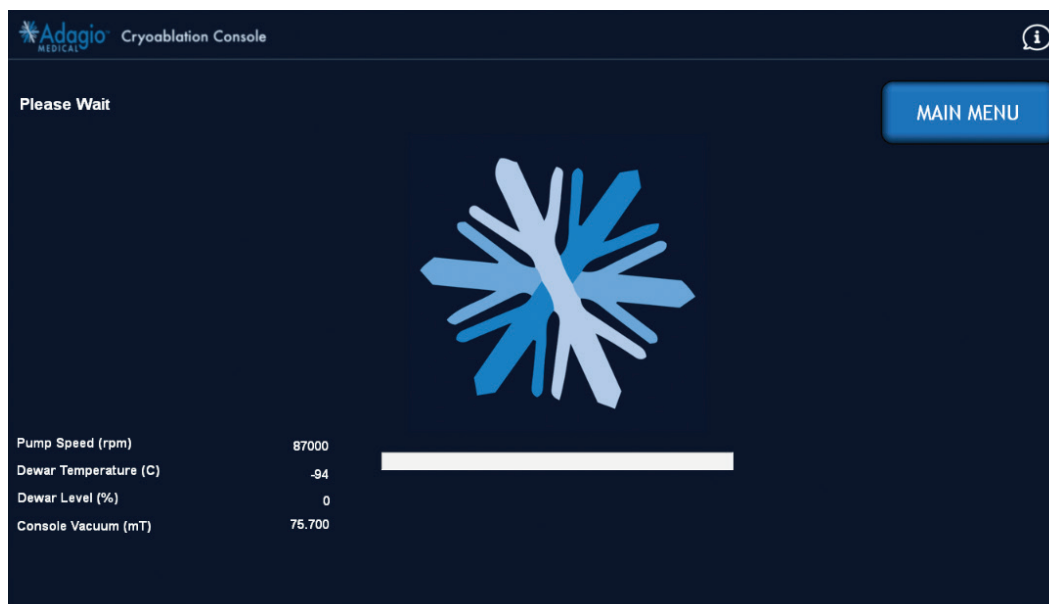

Figure 20 – Écran de purge de la console en cours
6. Pour remplir le réservoir d'azote liquide, à partir de l'écran de la *Figure 17*, appuyer sur « REFILL » (REEMPLIR). La console commence à se purger, le cas échéant, pour éliminer toute humidité résiduelle du système (*Figure 20*).